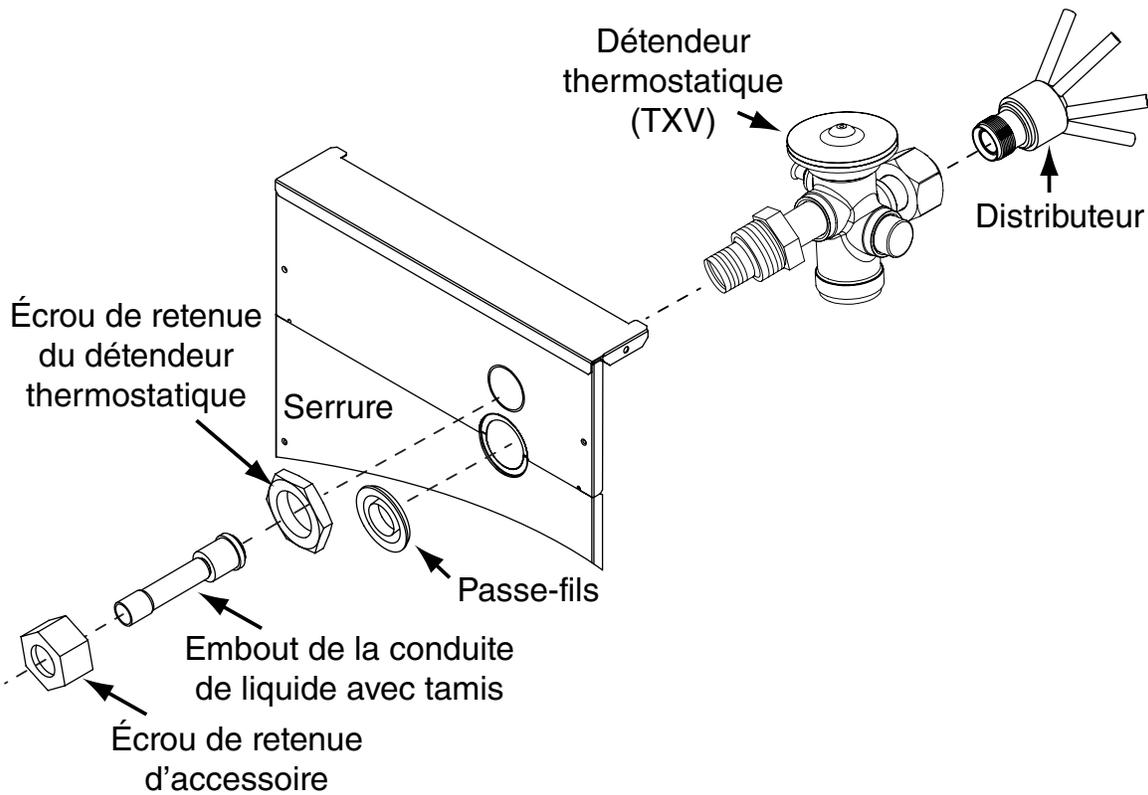

Figure 3. Ensemble du détendeur thermostatique
- Installez l'écrou de retenue du détendeur thermostatique sur l'entrée du détendeur thermostatique. Voyez la Figure 3 \(page 6\).
- Alignez l'écrou de retenue sur le boîtier du détendeur thermostatique et serrez les deux composantes à la main. Tracez une ligne sur les deux boîtiers, puis serrez  $\frac{1}{4}$  tour de plus à l'aide de deux clés. Voyez la Figure 3. **REMARQUE** : Le mouvement des deux conduites montre à quel point l'écrou est serré. Si une clé dynamométrique est utilisée, serrez entre 10 et 12 pi-lb ou 14 et 16 Nm.